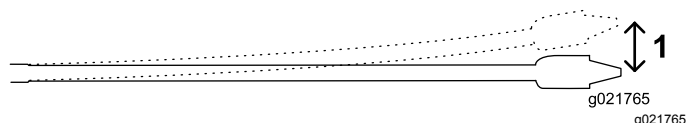

Figura 28
Los tubos de 3 m (10 pies) utilizados en esta máquina pueden flexionarse un 8% en la longitud del tubo; esto equivale a una desviación lineal de no más de 20 cm (8") (Figura 28).
- Inserte los primeros 3 m (10 pies) de broca/tubo en el suelo sin desviación. El extremo de la broca estará a una profundidad de 76 cm (30") (Figura 28).